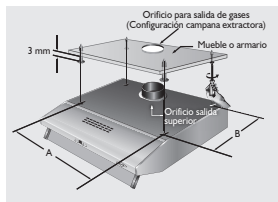

Figura 12.
- Sujete la campana desde el interior del armario con cuatro tornillos, procurando dejar un espacio de 3 mm entre la cabeza del tornillo y la superficie del mueble. (Figura 12).